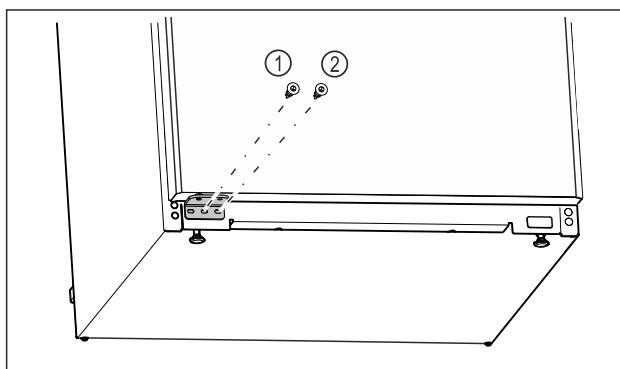

Fig. 17
- Затяните центральный винт опорного кронштейна Fig. 17 (1) отверткой Torx 20.
► Затяните внутренний винт опорного кронштейна Fig. 17 (2) отверткой Torx 20.